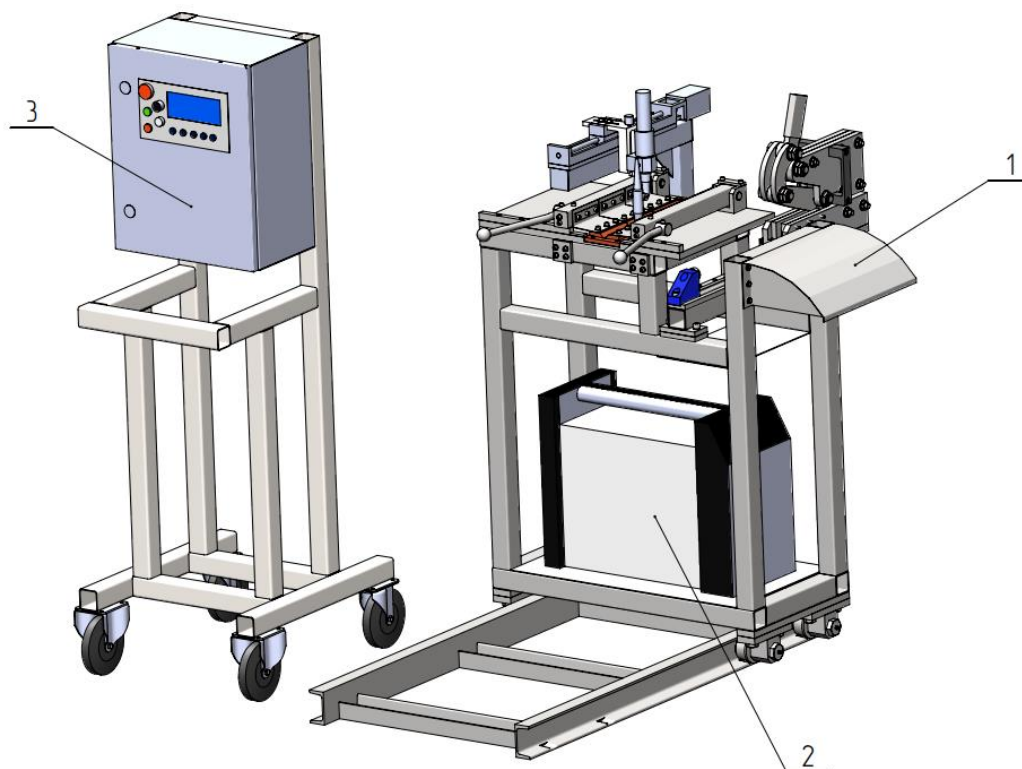

Рис. 1. Вид общий
3.1. Установка состоит из следующих составных частей (см. рис.1) :